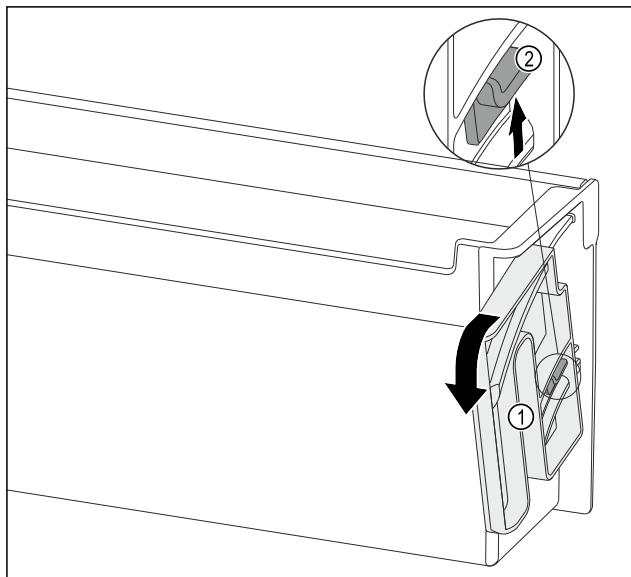

Fig. 143
- ▶ Поверните поворотный блок Fig. 143 (1) по указанном направлении до упора.
- ▶ Выжмите накладку Fig. 143 (2) вверх и осторожно извлеките поворотный блок Fig. 143 (1).